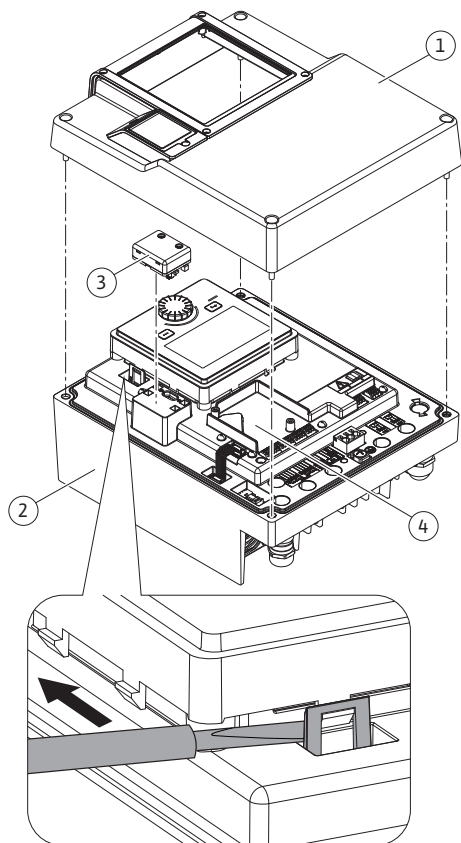
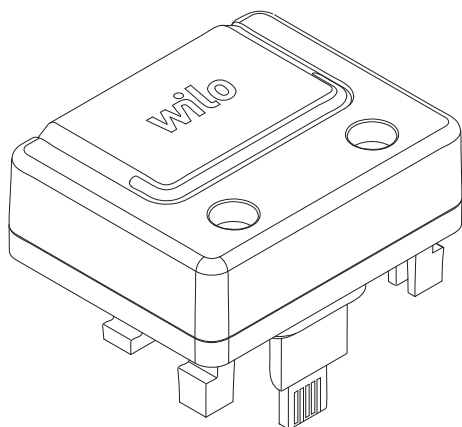

Fig. 26: Elektronický modul
Fig. 27: Wilo-Smart Connect Modul BT
Rozhranie Bluetooth modulu Wilo-Smart Connect Modul BT (Fig. 26, pol. 3 a Fig. 27) slúži na pripojenie na mobilné koncové zariadenia ako smartfón alebo tablet. V aplikácii Wilo-As-sistant sa nachádza funkcia Wilo-Smart Connect. Pomocou funkcie Wilo-Smart Connect je možné čerpadlo ovládať, nastaviť ho a prezeráť si údaje o ňom. Nastavenia nájdete v kapitole „Uvedenie do prevádzky“ [► 45].
1. Uvoľníte štyri skrutky vrchného dielu elektronického modulu (Fig. 26, pol. 1; Fig. I, Pos. 2).
3. Wilo-Smart Connect Modul BT pripojte do rozhrania Wilo-Connectivity Interface na to určeného. Pozri Fig. 26, pol. 3.
Na komunikáciu medzi čerpadlami a riadiacim systémom budov slúži CIF modul (príslušenstvo). CIF moduly sa pripájajú do elektronického modulu (Fig. 26, pol. 4)